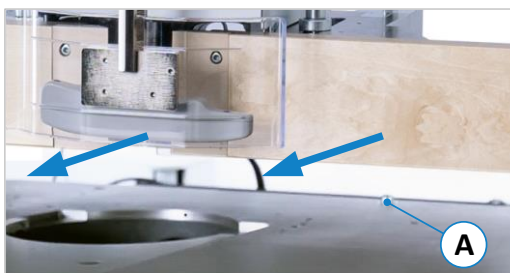
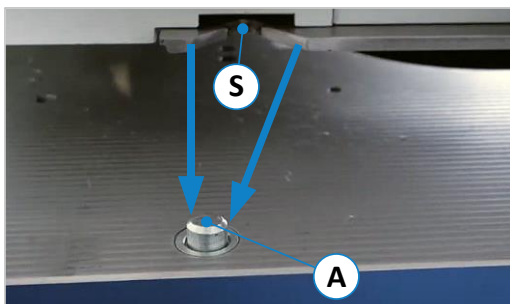

Figure 22 : se déplacer au centre de l'arbre de fraisage
Figure 23 : aligner le réceptacle sur le boulon d'arrêt
- Déplacez le guide sur la table de la machine à l'aide d'une deuxième personne, d'un engin de levage approprié ou du dispositif de pivotement en option, de manière à ce qu'il se trouve à peu près au milieu de l'arbre de la fraise. (⇒ Figure 22).
- Placez-vous maintenant à l'arrière de la machine et tirez la butée avec l'ouverture en queue d'aronde (S) aussi près que possible du boulon d'arrêt (A).
- Déposer la butée et déplacer le reste à la main de manière à ce que le boulon d'arrêt (A) s'enclenche de manière sûre dans l'ouverture (S), voir ⇒ Figure 23.